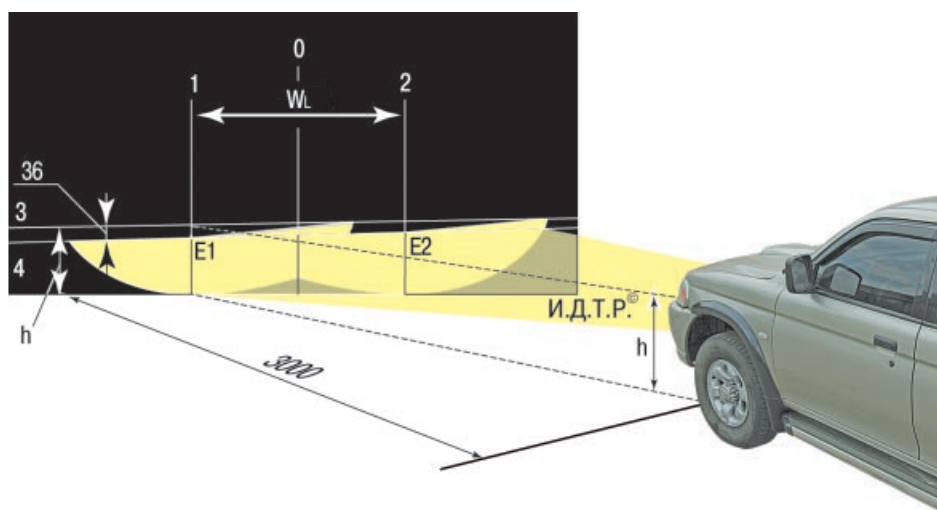

Рис. 10.10. Регулировка света фар
2. Установите автомобиль перпендикулярно гладкой стене (например, в гараже) на расстоянии 3 м. Положите на сиденье водителя дополнительный груз массой 75 кг. Разметьте на стене экран, как показано на рис. 10.10. Продольная плоскость симметрии автомобиля должна проходить по линии 0 на экране. Качните автомобиль сбоку, чтобы самоустановились пружины подвесок.